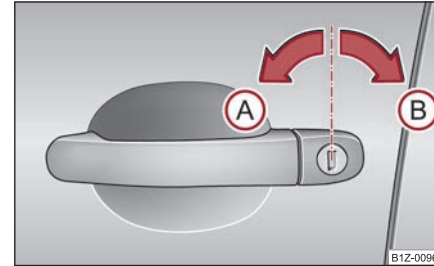

Fig. 43 Giros de llave para abrir y cerrar
- Gire la llave en la cerradura de la puerta del conductor en dirección de marcha (posición de apertura) (A) ⇒ fig. 43.
- Gire la llave en la cerradura de la puerta del conductor en dirección contraria a la marcha (posición de cierre) **(B)** ⇒ página 47, fig. 43.